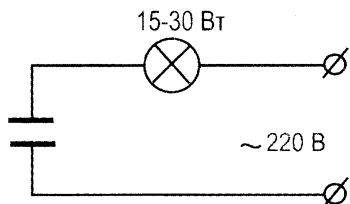

Рис. 5.11. Схема для проверки исправности конденсатора
– собрать схему в соответствии с рис. 5.11;